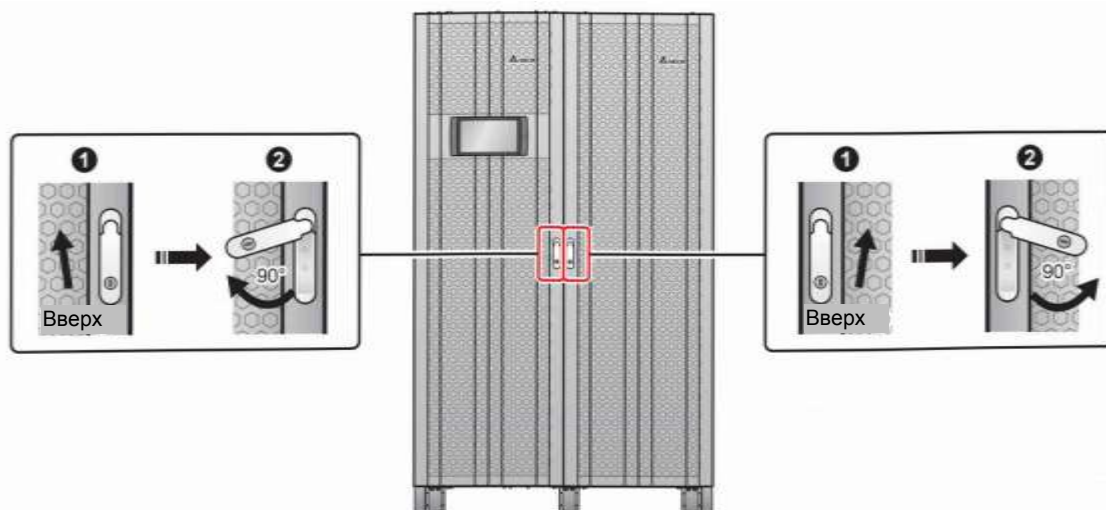

Рисунок 2-3: Как открывать передние дверцы ИБП
4. См. **Рисунок 2-3**, как открывать передние дверцы ИБП.